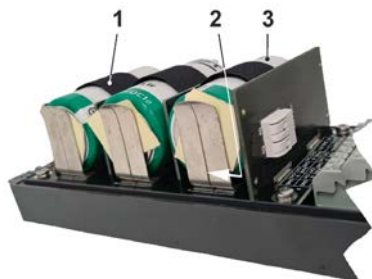

Abb. 25-1 SIM-Karten-Slot (hier: in Gehäuse S – Sonderform)
2. Ösenband (Abb. 25-1 Pos. 1) ausfädeln und die Batterie (Abb. 25-1 Pos. 3) an der Trennwand gemäß Kap. „48.1 Batterietausch“ aus dem Batteriehalter entfernen. Der SIM-Karten-Slot (Abb. 25-1 Pos. 2) ist zugänglich.